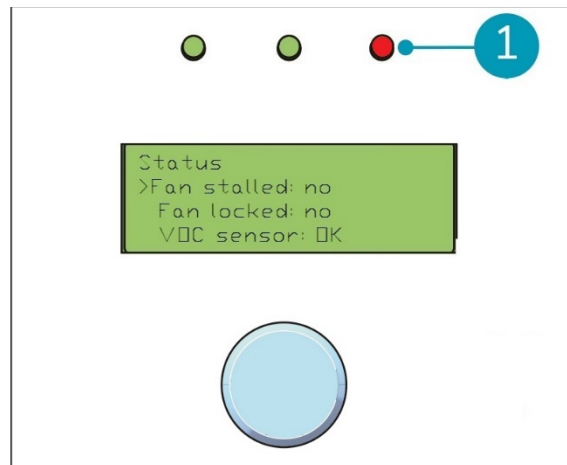

Abbildung 16
**HINWEIS:** Wenn die LED-Anzeige auf der rechten Seite (Abbildung 16, Pos. 1) rot leuchtet, ist im System ein Fehler aufgetreten. Navigieren Sie zum Statusmenü, um die Art des Fehlers zu bestimmen.